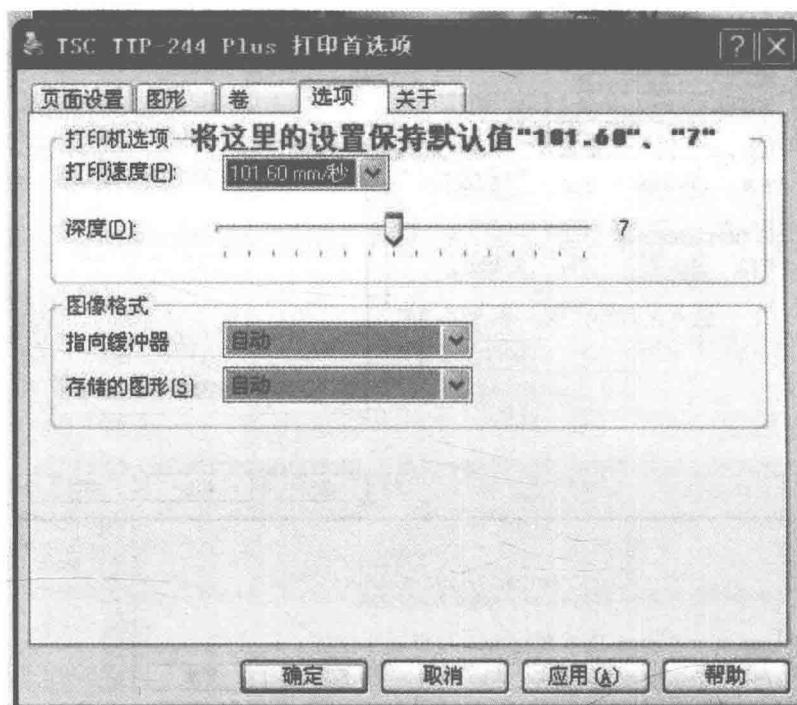

图 1-6 选项设置界面
(5) 选择“选项”设置界面,保持该页默认值设置,见图 1-6;